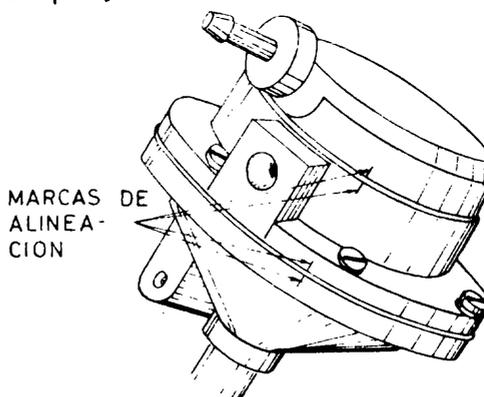

Fig. 1
- ___ b Ubique la bomba en la morsa de banco y marque ambos cuerpos para mantener su posición (fig.1).